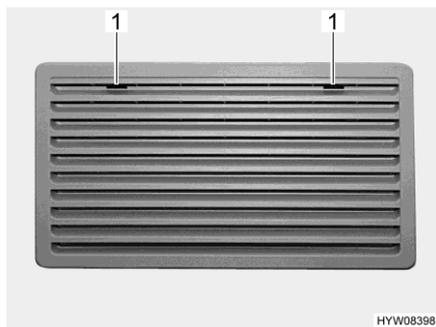
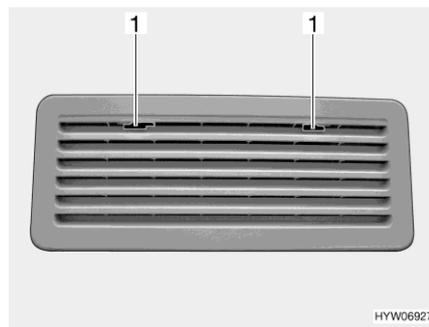

Fig. 126 Rejilla de ventilación del frigorífico (Thetford grande)
Fig. 127 Rejilla de ventilación del frigorífico (Thetford pequeño)
- Deslizar el bloqueo (Fig. 126,1 ò Fig. 127,1) hacia el centro.